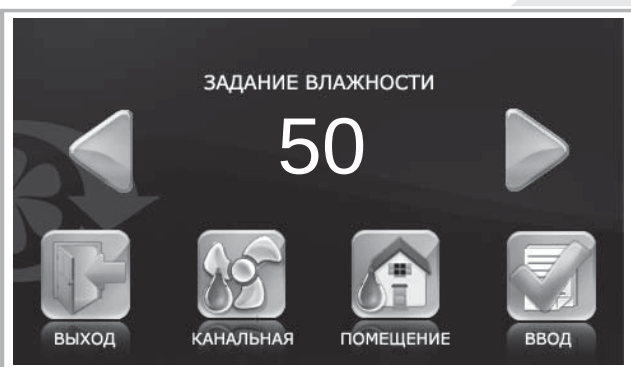

Рис. 26. Задание влажности
- Выберите тип датчика влажности для регулировки влажности - **КАНАЛЬНЫЙ** (канальный датчик влажности является опцией и не входит в базовую комплектацию) или датчик в **ПОМЕЩЕНИИ** в (рис. 26).
- Нажмите кнопку **ВВОД** (рис. 26).